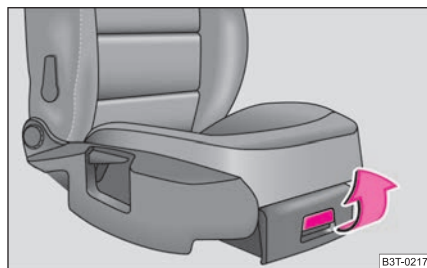

Fig. 98 Asiento del acompañante: portaobjetos
- Para abrir la tapa, inclinar el cierre y levantar la tapa ⇒ fig. 98.